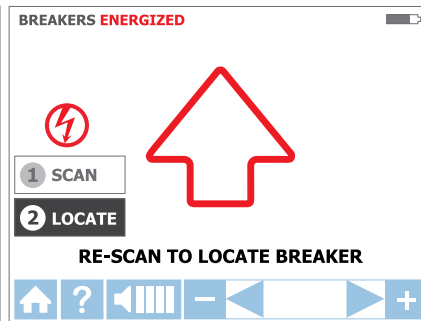
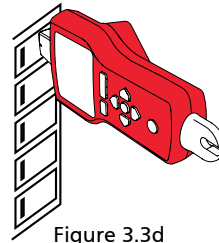

Figure 3.3c
Figure 3.3d
2. Balayez chaque disjoncteur pendant une demi-seconde en le touchant avec le capteur de pointe. Assurez-vous que la rainure du capteur de pointe est parallèle à la longueur du disjoncteur (voir Figure 3.3d)
Étape 2 - ❷ LOCALISATION :
1. Sélectionnez le mode LOCALISER à l'aide des flèches directionnelles pour mettre en surbrillance ce mode de fonctionnement et en appuyant sur le bouton jaune « ENTRÉE ». (Voir figure 3.3c)
2. Rebalayez chaque disjoncteur en les touchant avec le capteur de pointe pendant une demi-seconde. La flèche rouge animée indique l'avancement du balayage (voir figure 3.3c). Assurez-vous que la rainure du capteur de pointe est parallèle à la longueur du disjoncteur (voir Figure 3.3d).